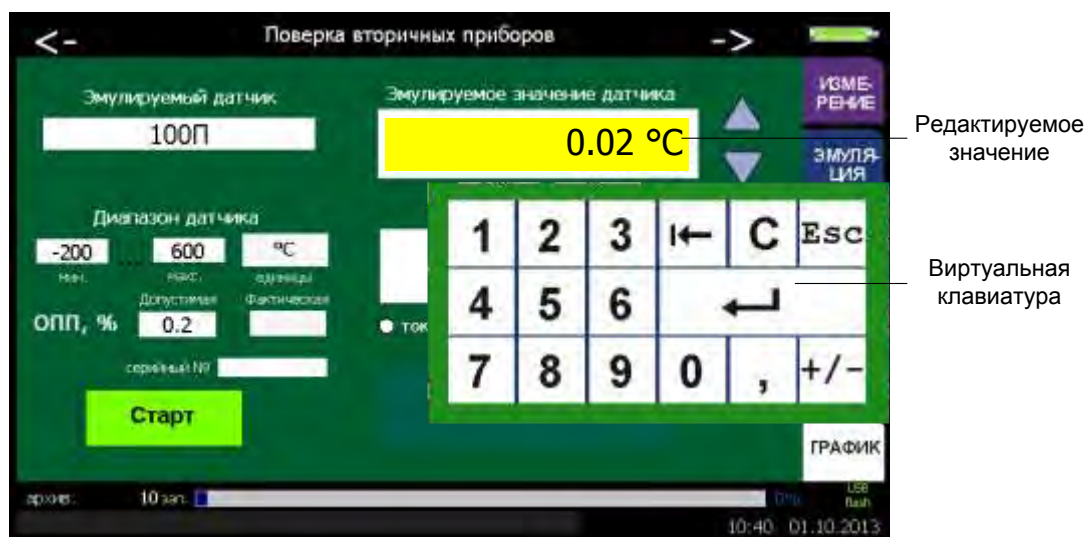

Рисунок 2.43
2.6.3.5 Параметр «Эмулируемое значение датчика» позволяет установить значение, которое предстоит воспроизводить. Для этого необходимо в соответствующем редактируемом поле записать цифровое значение эмулируемого сигнала с использованием виртуальной клавиатуры (п. 2.5.4.1, см. рисунок 2.43).